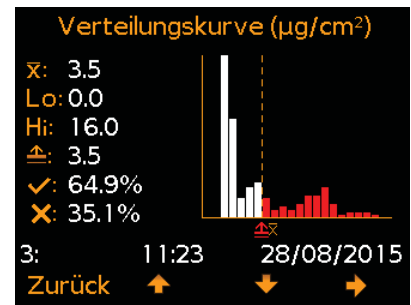

Bild 19: Verteilungskurve
- 5) Verteilungskurve (Bild 19)